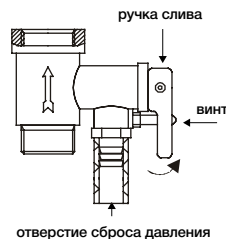

Рис. 10
6. Чтобы правильно слить воду из внутреннего бака, надо воспользоваться сливным отверстием (только для серии RS2) (для этого открутите заглушку, закрывающую сливное отверстие), также воду можно слить через комбинированный предохранительный клапан (рис. 10) (для этого открутите винт ручки слива комбинированного предохранительного клапана и переведите ручку слива в верхнее положение, при этом выходя горячей воды должен быть открыт, а кран подачи холодной воды в водонагреватель должен быть перекрыт).